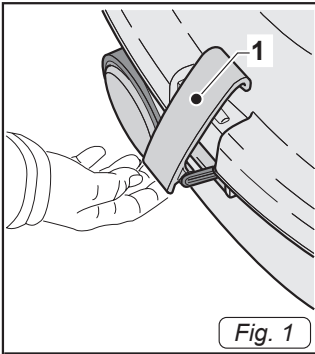
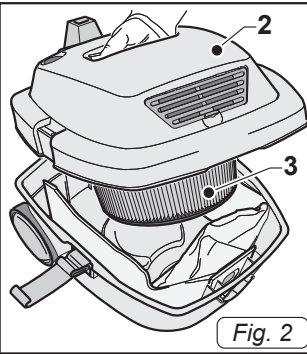

Fig. 1
Fig. 2
- Sganciare le leve (1 Fig.1) e rimuovere il coperchio (2 Fig.2) completo di gruppo motore e filtro a cartuccia (3 Fig.2).
- Rimontare il coperchio e bloccarlo tramite le leve (1 Fig.1).